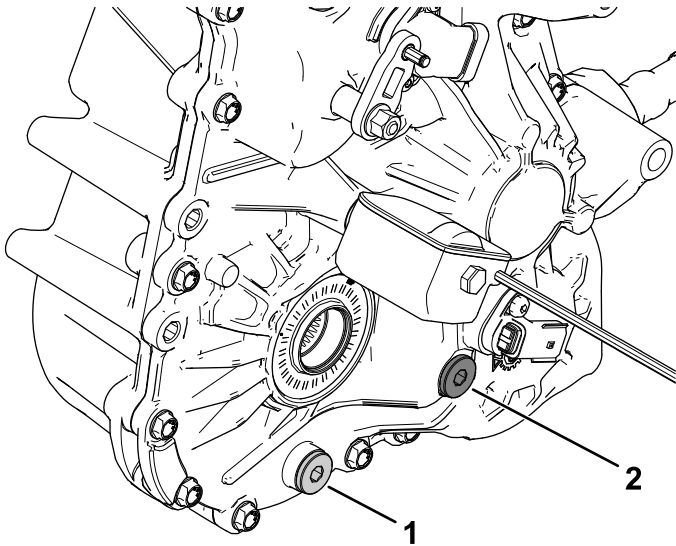

Figure 86
4. Enlevez le bouchon de remplissage de la boîte-pont (Figure 86).
5. Si le niveau de liquide est trop bas, enlevez le bouchon de remplissage et ajoutez le liquide spécifié jusqu'à ce qu'il ressorte par l'orifice (Figure 86).
1. Placez un bac de vidange sous le bouchon de vidange (Figure 86).
2. Retirez le bouchon de remplissage (Figure 86).
3. Enlevez le bouchon de vidange pour permettre à tout le liquide de s'écouler (Figure 86).